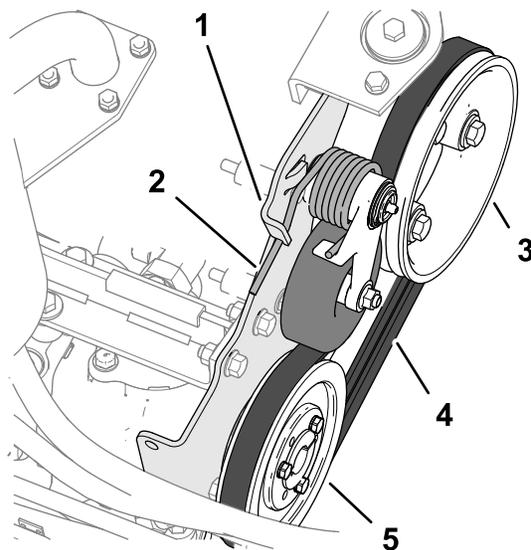

图 85
2. 将皮带张紧弹簧的末端向下推出泵安装凸耳中的槽口然后向前移动弹簧端 图 85。